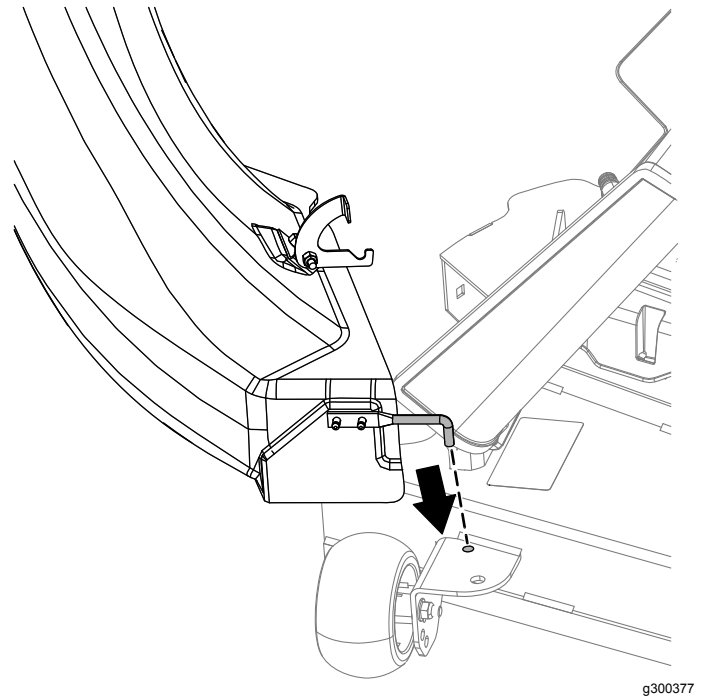

図 21
4. 図 21 のように、シュートを傾けてデッキの穴にピンを挿入する。